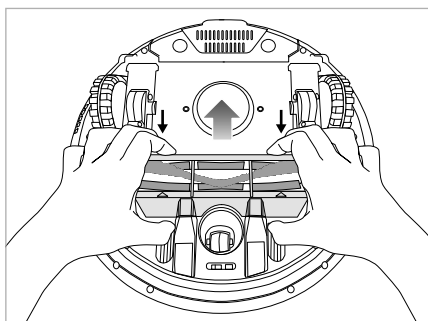

Fig. 15
- 1) Apăsăți partea de sus a capacului periei rotative 23 înapoi pentru a-l scoate de pe aparat (a se vedea fig. 15).